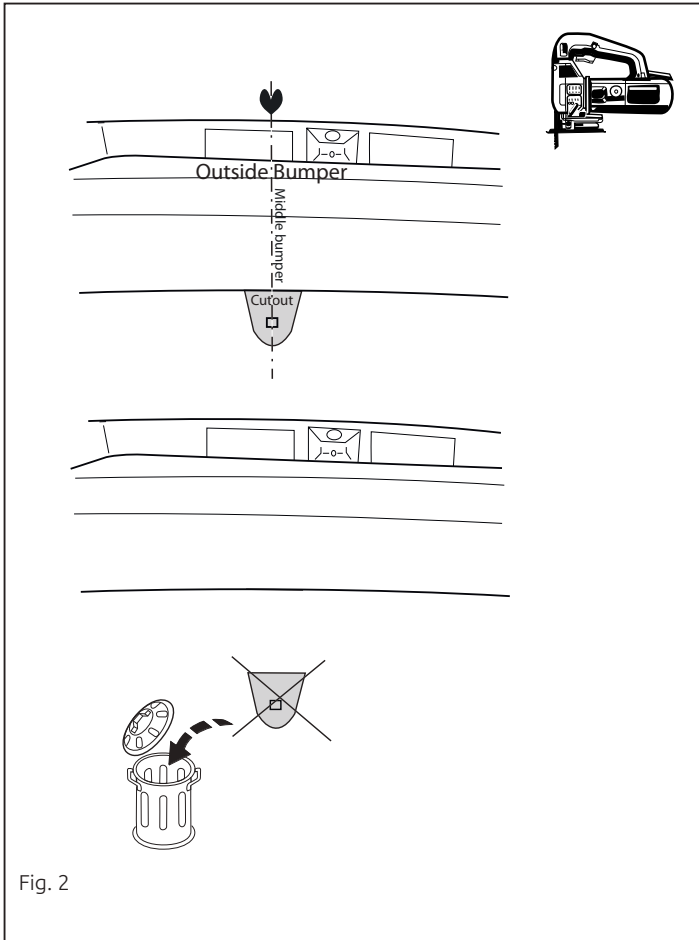

Fig. 2
6. **Если имеется/имеются:** Выпилить обозначенные части, как указано на рис. 2.